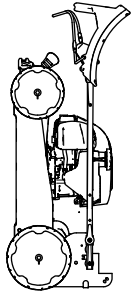

Figure 26
6. Levez l'avant de la machine par le guidon et amenez-la dans un lieu de remisage (Figure 26).